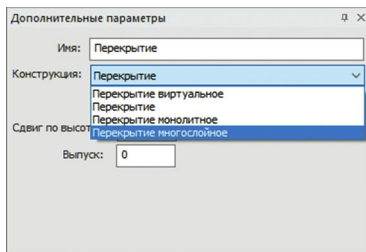

рис. 184
11. Закройте карточку создания перекрытия, нажав **ОК**. Новый тип конструкции перекрытия добавлен в справочник **Перекрытия**. Он появится в выпадающем списке в поле **Конструкция** при создании перекрытия (рис. 184).